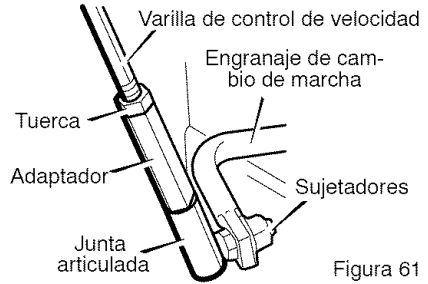

Figura 61
3. Conecte el  **junta articulada**, ubicada en el extremo inferior de la **varilla de control de velocidad** al **conjunto de horquilla de cambios**. Vea la Figura 61. Los **sujetadores** (arandela y tuerca) para conectar la **junta articulada** vienen en la bolsa de partes.